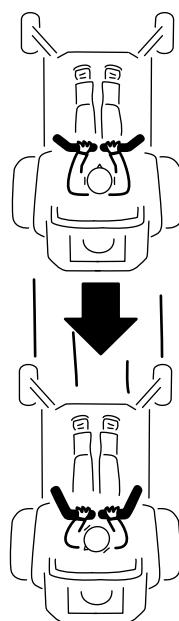

Figura 25
2. Para ir hacia atrás, tire lentamente de las palancas de control de movimiento hacia atrás (Figura 25).
3. Para ir hacia adelante, empuje lentamente las palancas de control de movimiento hacia adelante (Figura 25).